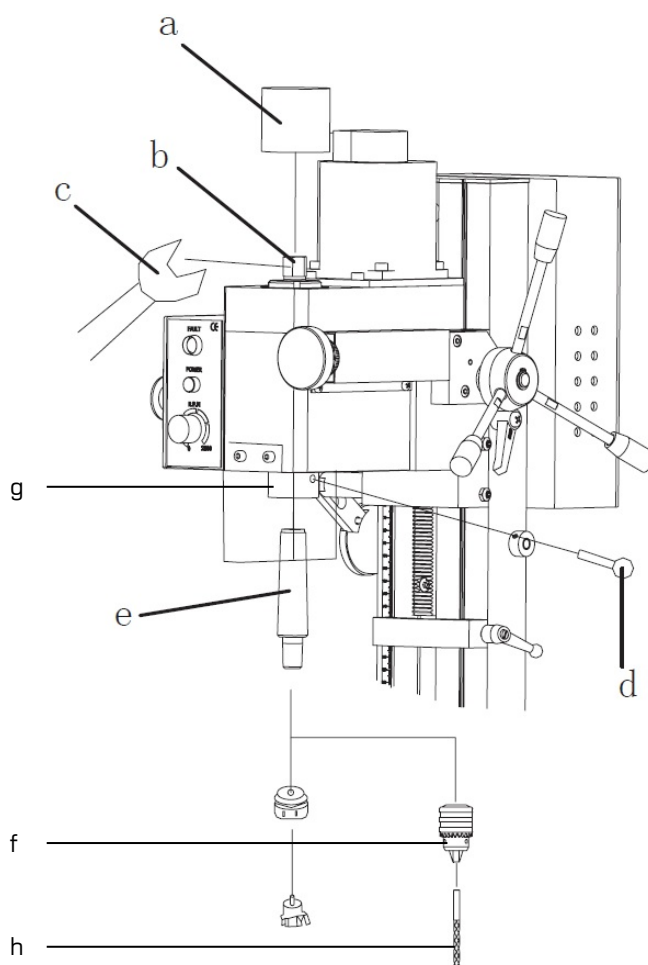

Figure 2
1. Dégraisser la broche (g fig.2) et la queue de mandrin (e fig.2).
2. Retirer le cache de protection tirant (a fig.2).
3. Monter la queue de mandrin (e fig.2) dans le mandrin (f fig.2).
4. Monter l'ensemble dans la broche (g fig.2).
5. Bloquer la queue de mandrin (e fig.2) en vissant le tirant M12 (b fig.2) traversant la broche à l'aide d'une clé plate 17mm (c fig.2) et de la poignée de blocage dans le poinçon de la broche (d fig.2).
6. Remettre le cache de protection tirant (a fig.2).
7. Monter l'outil à queue cylindrique (h fig.2) dans le mandrin (f fig.2).
1. Dégraisser la broche (g fig.2) et le mandrin porte-pinces.
3. Monter le mandrin porte-pinces dans la broche (g fig.2).
4. Bloquer le mandrin porte-pinces en vissant le tirant M12 (b fig.2) traversant la broche à l'aide d'une clé plate 17mm (c fig.2) et de la poignée de blocage dans le poinçon de la broche (d fig.2).
5. Remettre le cache de protection tirant (E fig.2).
1. Dégraisser la broche (g fig.2) et la partie conique de l'outil.
1. Retirer le cache de protection tirant (a fig.2).
2. Débloquer l'outil en dévissant le tirant M12 (b fig.2) traversant la broche à l'aide d'une clé plate 17mm (c fig.2) et de la poignée de blocage dans le poinçon de la broche (d fig.2).
3. Taper légèrement sur l'extrémité du tirant M12 (b fig.2) avec un maillet afin d'extraire l'outil.
- Taper légèrement sur l'extrémité du tirant M12 (b fig.2) avec un maillet afin d'extraire l'outil.